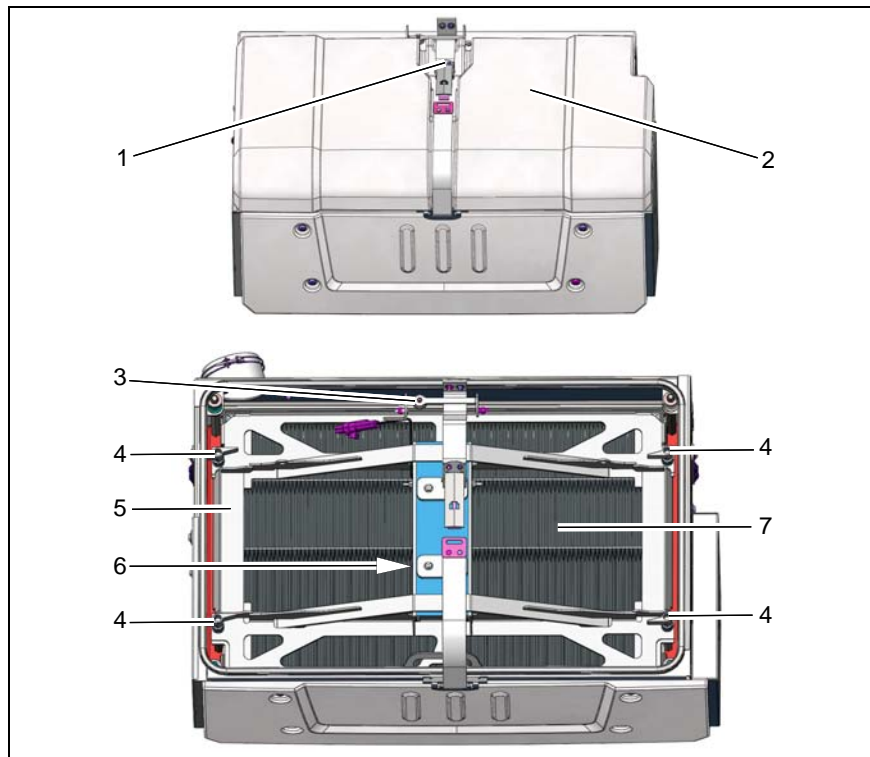

Abb.29
Der Staubfilter (Abb. 29/7) befindet sich unter der Haube (Abb. 29/2). Der von der Kehrwalze aufgewirbelte Feinstaub wird vom Sauggebläse gegen das Filterelement gefördert. Die Verschmutzung des Staubfilters wöchentlich kontrollieren.
2. Verriegelung (Abb. 29/1) der Haube (Abb. 29/2) öffnen.
3. Die Flügelschrauben (Abb. 29/4) lösen und den Spannrahmen (Abb. 29/5) mit Rüttelvorrichtung (Abb. 29/6) hochschwenken und in den Halter (Abb. 29/3) einrasten lassen.
4. Staubfilter (Abb. 29/7) entnehmen.